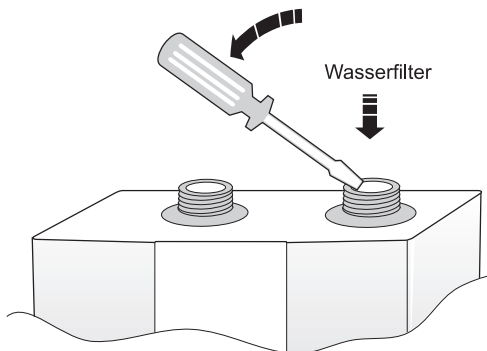

Abbildung 8
3. Filter vorsichtig herausnehmen (siehe Abbildung 8) und reinigen